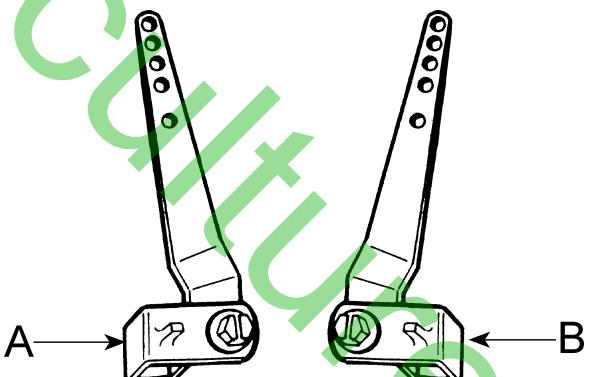

Fig. 24
Il existe deux genres de montage du levier régulateur; le type **A** et le type **B** (voir Fig. 24). Pour le type **A** les tringles sont plus longues, pour le type **B** elles sont plus courtes. Les deux systèmes sont interchangeables.
Pour le montage voir la Fig. 24 bis.
Le réglage du régime MAX se fait en pliant la patte (A) (Fig. 24 bis), à l'aide de l'outil code 670326 ou avec une pince à pointes.